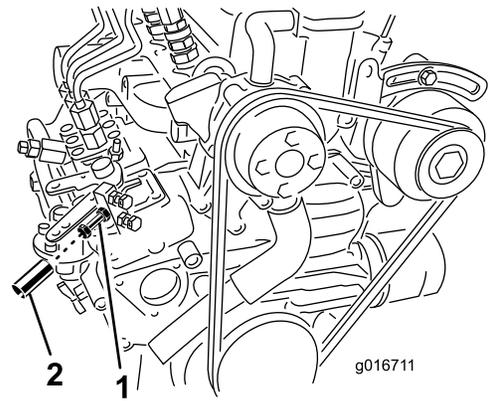

図 4
3. タコメータを見ながら、エンジンについているスロットル調整ねじ 図 4を使って、エンジンの最高回転数を 3,200 rpm にセットし、調整ねじについているジャムナットを締め付ける。
5. スロットル調整ねじとジャムナット 図 4にアルミチューブを被せ、チューブをつぶしてスロットルを勝手に調整できないようにする。